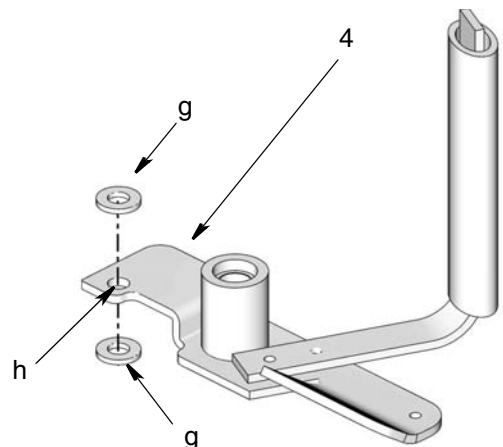

FIG. 8
- a. Aligner les rondelles (g), avec le trou dans la base (h) du levier de commande (4). Une rondelle devrait être sur la partie supérieure du trou et une au fond (dessous) comme indiqué dans la FIG. 8.